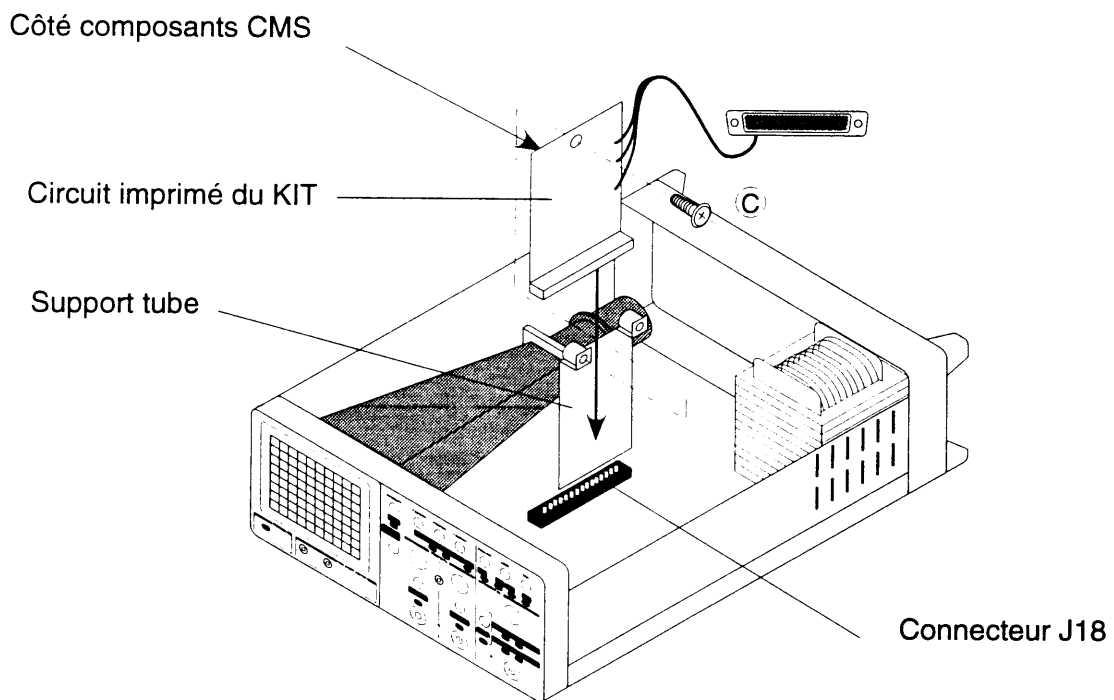

figure 26
- Monter le circuit imprimé du Kit sur le connecteur J18 du fond de panier de l'oscilloscope (figure 26).
- Fixer le circuit imprimé contre le support tube par la vis cruciforme (C) (figure 26).